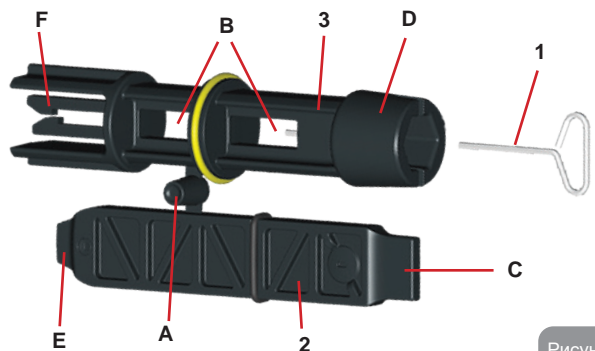

Рисунок 22
- 1 - металлический ключ с шестигранным сечением (Рис.22 – 1);
- 2 - пластиковый плоский ключ (Рис.22 – 2);
- 3 - пластиковый цилиндрический ключ (Рис.22 – 3);
Ключ “1” вставляется в конец “D” ключа “3”. При первом использовании нужно разделить 2 пластиковых ключа “2” и “3”, которые поставляются соединенными перемычкой (Рис.22 – А):